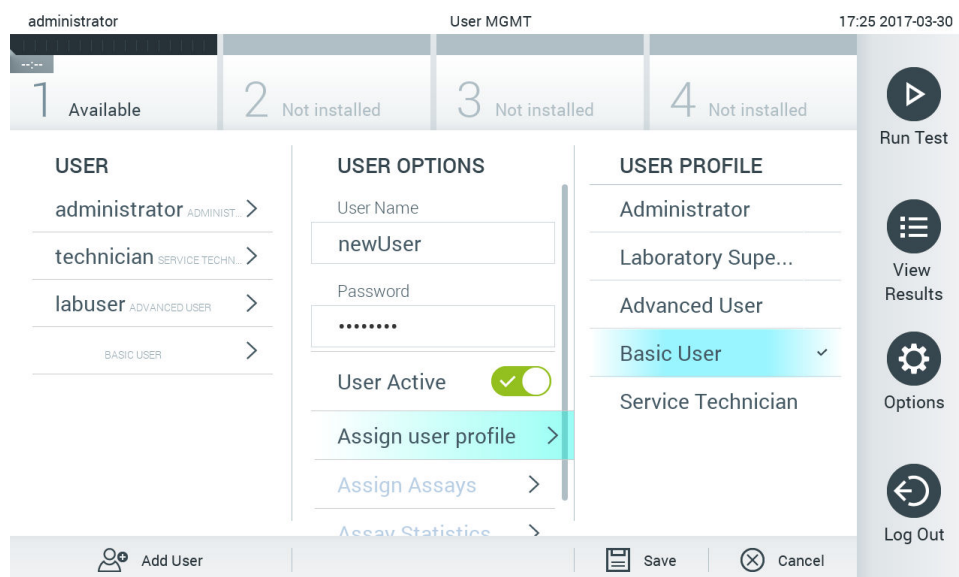

Bild 65. Tilldela en användarprofil till en ny användare.
4. Tryck på Assign User Profile (Tilldela användarprofiler) och tilldela lämpliga användarprofiler (från listan till höger om innehållsområdet) till den nya användaren (bild 65).